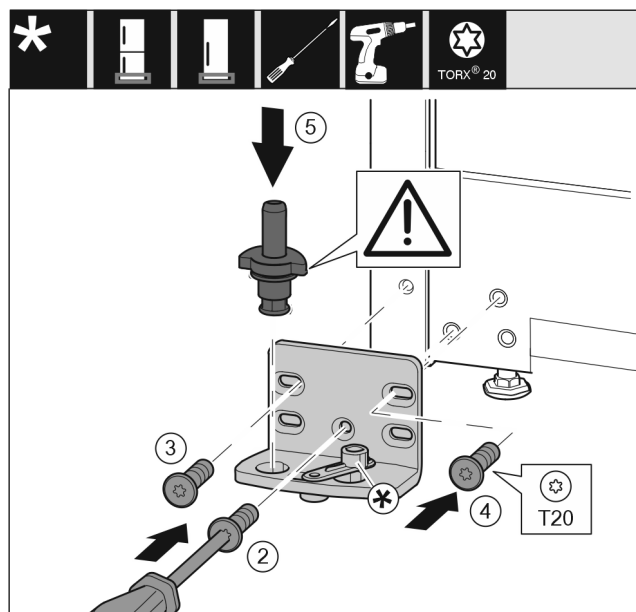

Fig. 17
- Poser le support de palier de l'autre côté et le visser à l'aide d'un tournevis T20. Commencer par la vis 2 en bas au milieu. Fig. 17 (2)
- Visser les vis 3 et 4. Fig. 17 (3,4)
- Mettre en place l'axe de palier complet. Veiller à ce que l'ergot d'enclenchement soit orienté en arrière. Fig. 17 (5)